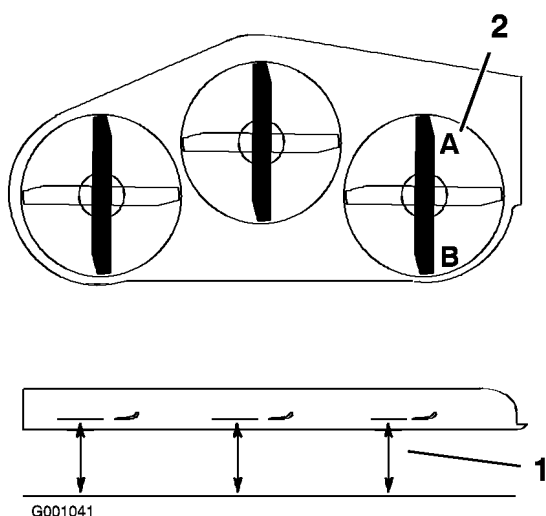

Figure 69
1. Tournez la lame droite dans le sens longitudinal (Figure 69).
2. Mesurez la distance au point **A** entre la surface plane et le tranchant de la pointe de la lame droite (Figure 69).
4. Mesurez la distance au point **B** entre la surface plane et le tranchant de la pointe de la lame droite (Figure 69).
6. La lame doit être plus basse de **6 à 10 mm (1/4 à 3/8 po)** au point **A** qu'au point **B** (Figure 69). Si ce n'est pas le cas, passez aux étapes suivantes.